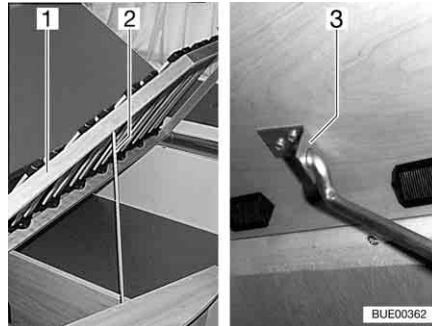

Bild 86 Festes Bett
- Lattenrost (Bild 86,1) anheben, Stange (Bild 86,2) aus Verankerung lösen und in Loch der Halterung (Bild 86,3) einstecken.
- Lattenrost (Bild 86,1) anheben, Stange (Bild 86,2) aus Halterung (Bild 86,3) lösen und in Verankerung einklemmen.